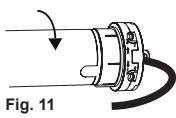

Fig. 11
B. une installation côté droit. Je vois l'intérieur du caisson et l'interrupteur de fin de course du moteur se trouve sur le côté droit (voir fig. 11)